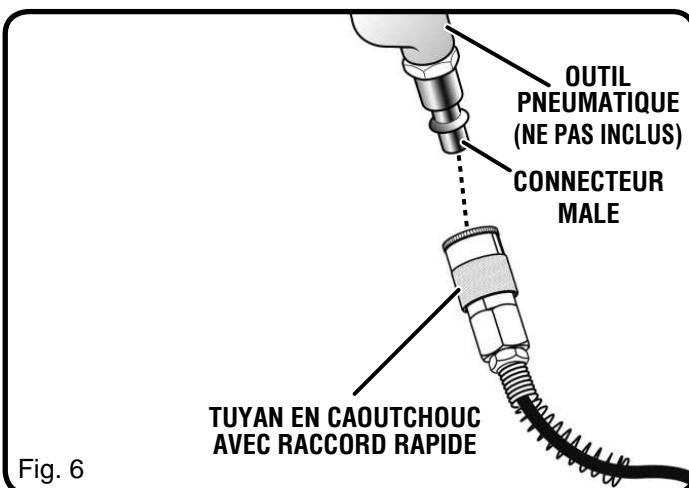

Fig. 6
- Brancher l'outil pneumatique sur l'autre extrémité du flexible en caoutchouc: pousser à fond le raccord rapide de l'accessoire à l'intérieur du flexible en caoutchouc (voir la Figure 6).
- Mettre le commutateur en position de **MARCHE (I)**.